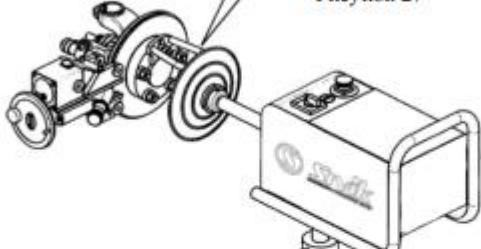

Рисунок 28
3. Ослабьте фиксирующую ручку на пол оборота (рис.28).
5. Проведите финальную регулировку высоты, для уменьшения вибрации(рис.28).